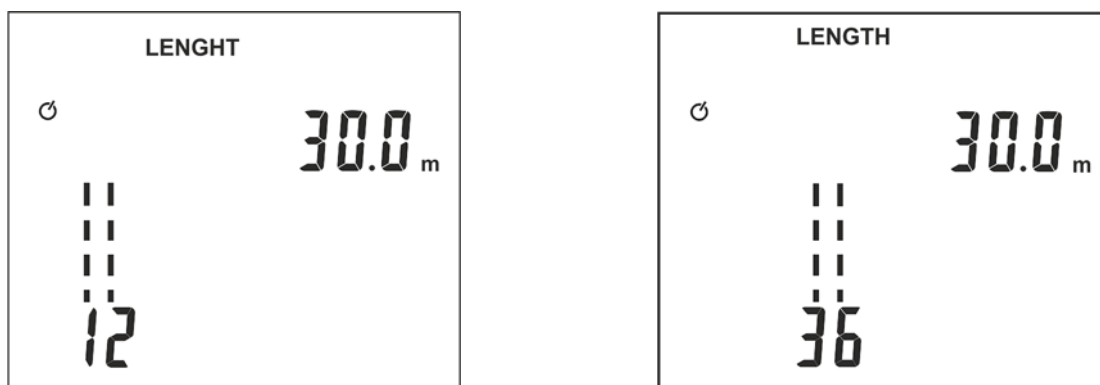

Fig. 14: Risultati della misura di lunghezza del cavo
6. Premere il tasto **TEST/←** per eseguire la misura di lunghezza relativamente alla coppia "1-2" per cavi RJ45 e RJ11 (vedere Fig. 14 – parte sinistra) o per cavi COAX (vedere Fig. 14 – parte destra)